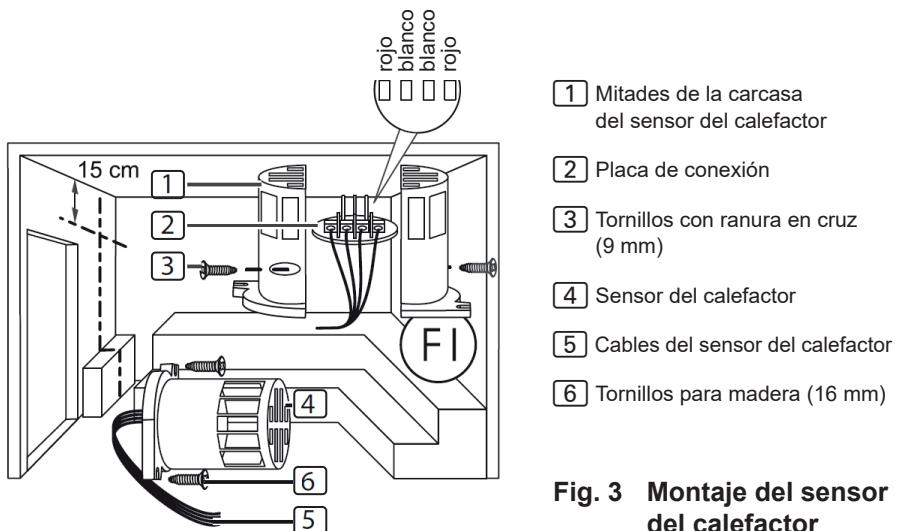

Fig. 3 Montaje del sensor del calefactor
Para montar el sensor del calefactor, siga los pasos siguientes (véase la **Fig. 3**):
3. Emborne las cuatro conexiones del cableado del sensor del calefactor **5** tal como se indica en **Fig. 3**.
4. Coloque la placa de conexión **2** dentro de las mitades de la carcasa del sensor de forma transversal (como se muestra en la **Fig. 3**).